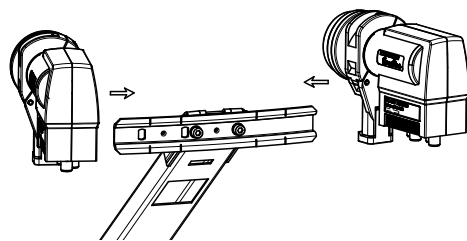

Abb. 3
4. Die Schellen mit den daran befestigten Speisesystemen auf den Multifeed-Halter schieben (Abb. 3)